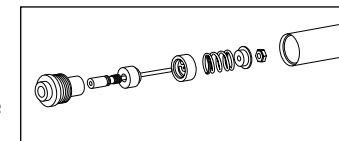

Fig. 5
2. Retirez la soupape de base de la tige d'amortisseur en la faisant glisser. Notez l'orientation de la soupape de base, de la plaque de vérification, de la rondelle ondulée et du support. (voir Fig. 5).